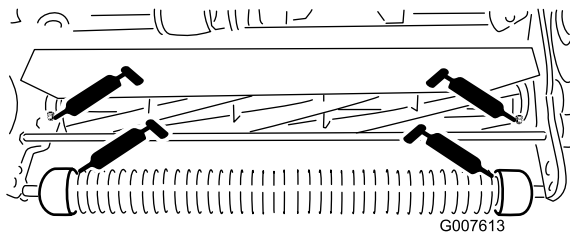

図 17
- ・ 前ローラ (2ヶ所) (図 17)
- ・ リールベアリング (2ヶ所) (図 17)